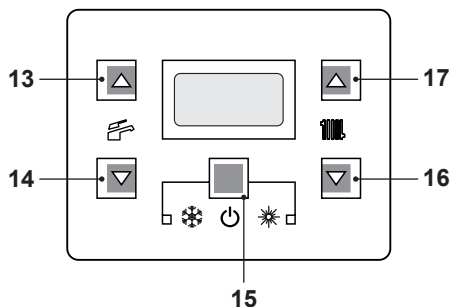

Figura 6.7
- Tenere premuto per 2 secondi il tasto 15 fino a far apparire sul display entrambe i simboli  e  (Figura 6.7).
- Spegner la caldaia tenendo premuto per 2 secondi il tasto 15 (Figura 6.7) fino a far apparire sul display LCD il simbolo  (Figura 6.6).